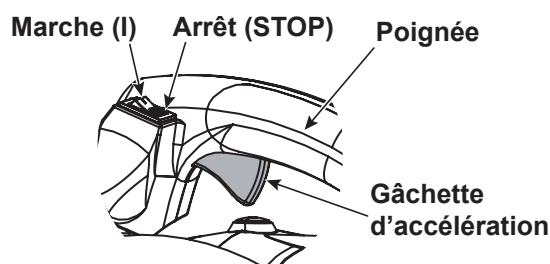

Fig. 5
- Le bouton marche/arrêt est toujours sur la position marche (I) (fig. 5).
2. Pressez et maintenez enfoncé le bouton marche/arrêt en position arrêt (STOP) jusqu'à ce que le moteur s'arrête complètement (fig. 5).